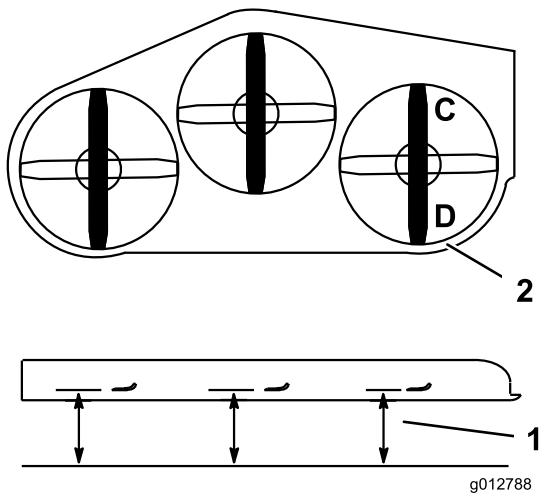

Figura 86
- Coloque la cuchilla derecha en posición longitudinal (Figura 86).
- Mida la cuchilla izquierda en la posición **C** desde una superficie nivelada hasta el filo de corte de la punta de la cuchilla, y anote esta medida (Figura 86).
- Mida la cuchilla izquierda en la posición **D** desde una superficie nivelada hasta el filo de corte de la punta de la cuchilla, y anote esta medida (Figura 86).
- La cuchilla del cortacésped debe estar entre 6 a 10 mm (1/4 a 3/8 pulgada) más baja en la posición **C** que en la posición **D** (Figura 86). Si la distancia no es correcta, continúe con los pasos siguientes.